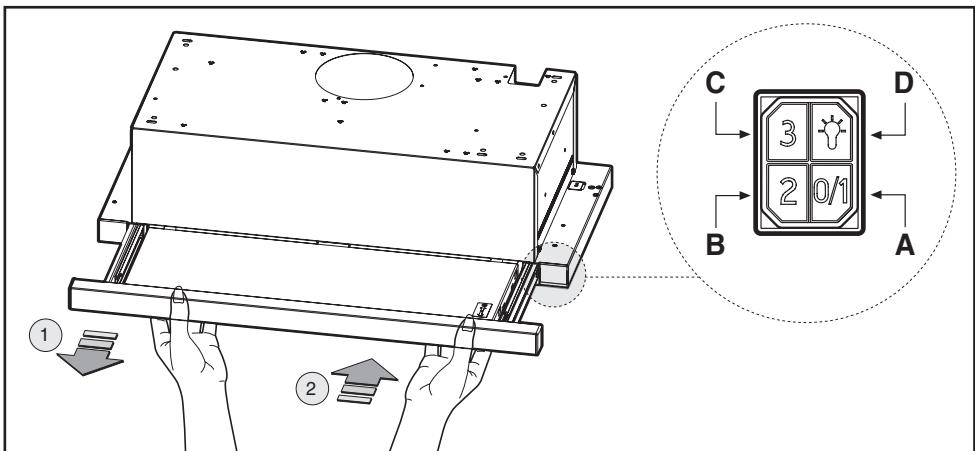

Fig.9.2
• Comandi meccanici (Fig.9.2) la simbologia è di seguito riportata: